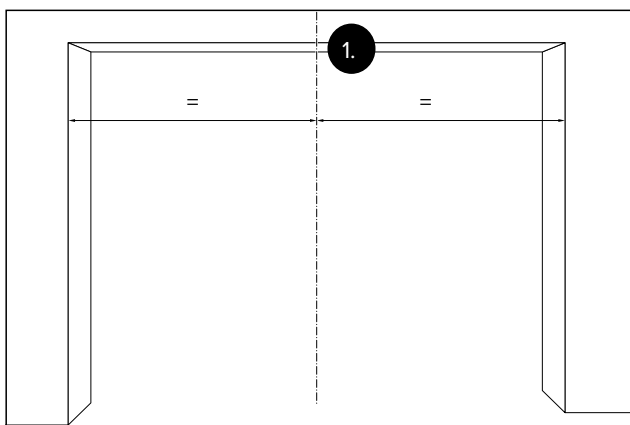

Рис. 13 Разметка центра дверного проема
1. Отметьте центр дверного проема на стене (рис. 13).